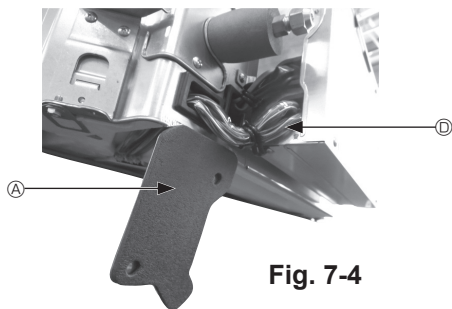

Fig. 7-4
- ① Retirez les deux vis de fixation du couvercle des fils de l'appareil principal, puis ouvrez le couvercle.
- ② Faites passer les fils du Capteur i-see et du récepteur de signal dans les entrées de fils du boîtier des composants électriques, comme montré sur le schéma, et autour des traversées isolées sur le côté de l'appareil principal. (Fig. 7-4)